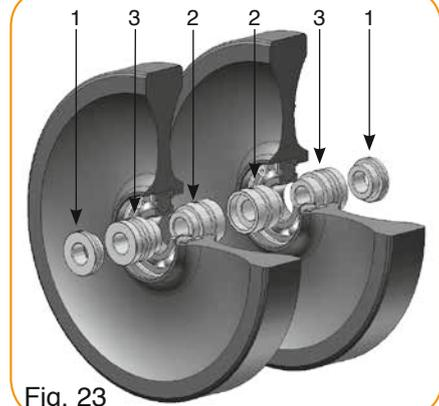

Fig. 23
- Montage version C : roue largeur 29mm en double ligne, interligne 50mm (fig. 23).
- Version C assembly : 29mm wide wheel in double line, inter line 50mm (fig. 23).
- Montage Version C : Rad Breite 29mm in verdoppelt Linie, Zwischenraum 50mm (Abb. 23).
- Montaje versión C : rueda anchura 29mm en doble línea, interlínea 50mm (fig. 23).